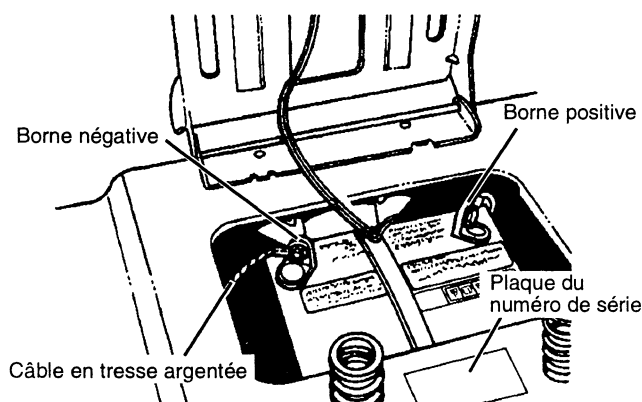

FIGURE 6
- Connecter le câble rouge de la batterie sur la borne positive (+) avec un boulon à tête hexag. de 6 mm et un écrou à collerette de 6 mm (dans le sac de pièces) et serrer fermement (voir Fig. 6).